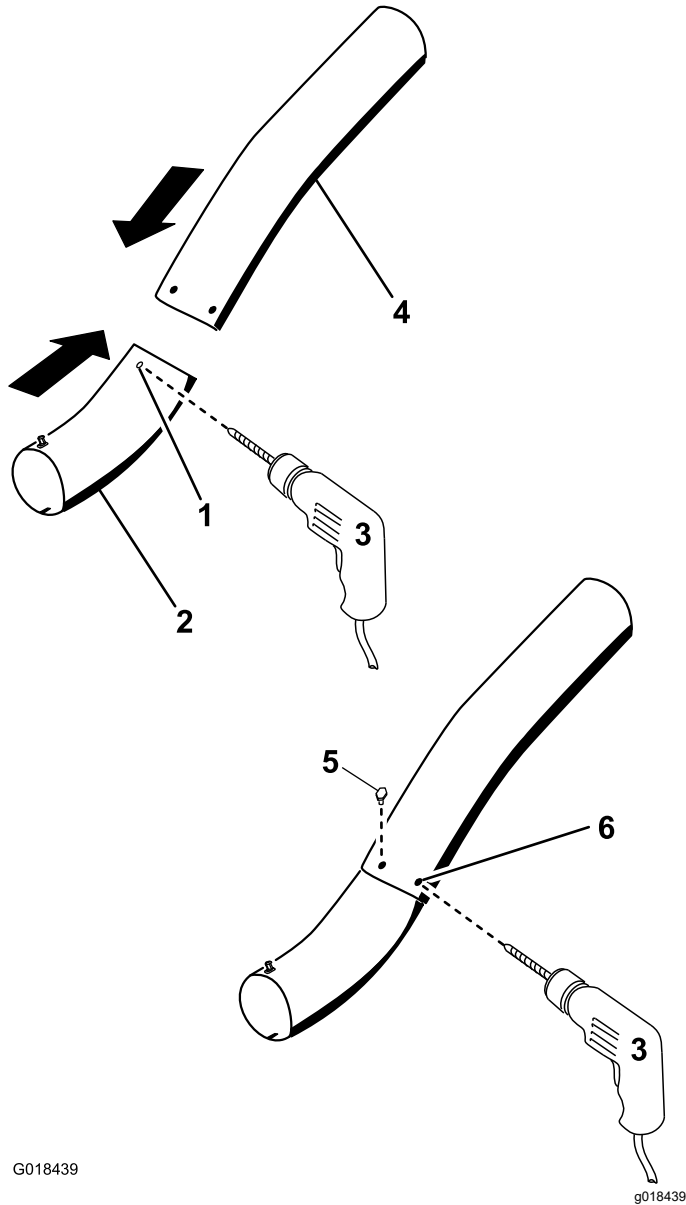

Figura 32
12. Usando los orificios existentes del tubo superior como plantilla, perfora 2 orificios de 6,5 mm de diámetro a través de los hoyuelos del tubo inferior (Figura 32).
15. Instale las arandelas ($\frac{1}{4}''$) en los pernos (Figura 32).
16. Utilizando una llave hexagonal, instale los tornillos ($\frac{1}{4}'' \times \frac{3}{4}''$), y las arandelas ($\frac{1}{4}''$) desde el interior del tubo inferior, y a través de los orificios existentes del tubo superior (Figura 32).
17. Sujete los tubos con las tuercas ($\frac{1}{4}''$), como se muestra en la Figura 32.